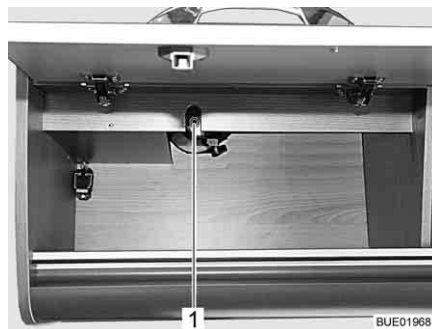
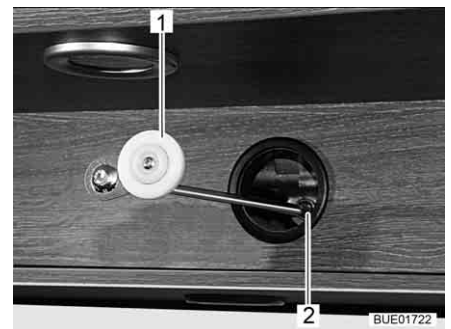

Bild 131 Zugang zum Antrieb (Lyseo)
Bild 132 Mechanische Bedienung, Antrieb
- Wenn die Aufnahme (Bild 131,1) für den Antrieb in den Hängeschrank eingebaut ist: Hängeschrank öffnen.
- Beiliegende Kurbel (Bild 132,1) oder Innensechskantschlüssel in die Aufnahme am Motor (Bild 132,2 oder Bild 131,1) stecken.